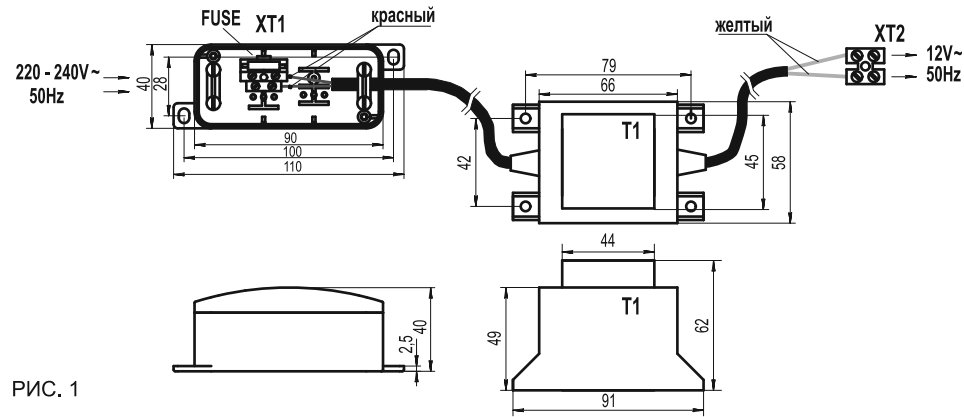

РИС. 1
Внешний вид с габаритно-установочными размерами (указанными в миллиметрах) показан на рис. 1.
- вынуть держатель предохранителя из клеммной колодки XT1 (см. рис.1), заменить предохранитель на запасной,